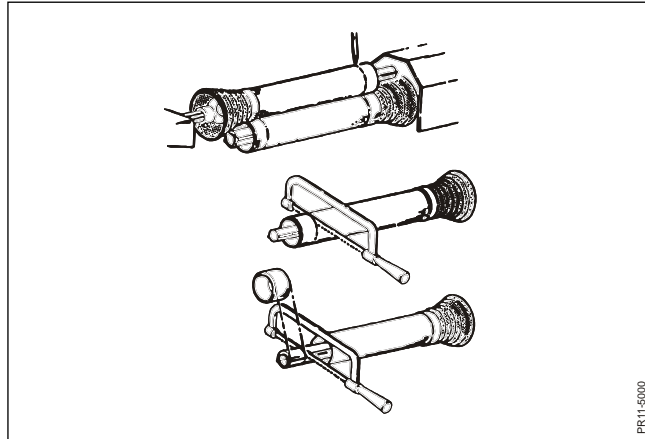

Fig. 2-13
- Fig. 2-13 F:** Recorte los cuatro tubos por igual. Es importante eliminar las rebabas de los extremos recortados de los tubos de perfil y limpiarlos de suciedad y virutas. Además, hay que lubricar los tubos de perfil antes de montar el eje de la TDF.